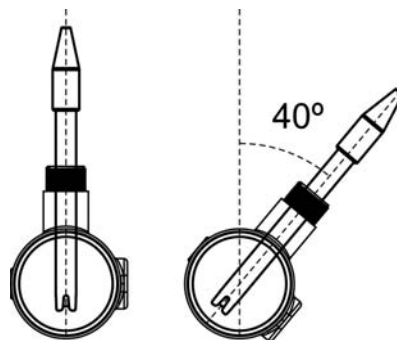

Fig. 13
4. **Instalar sempre o sensor de pH referivelmente na posição vertical ou com uma inclinação máxima de 40° (Fig. 13).**